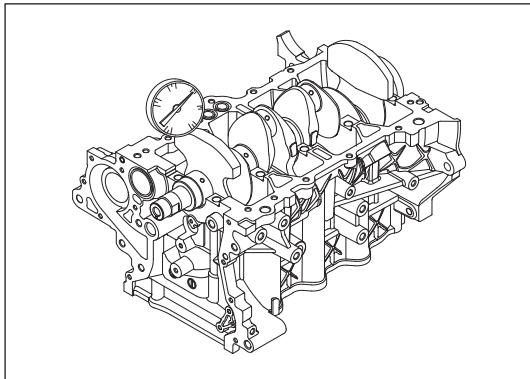

Рис. 13-3-15. Измерение осевого зазора большой головки шатуна
- » Двигая большую головку шатуна вперед и назад, при помощи циферблатного индикатора измерить осевой зазор, как изображено на Рис. 13-3-15.